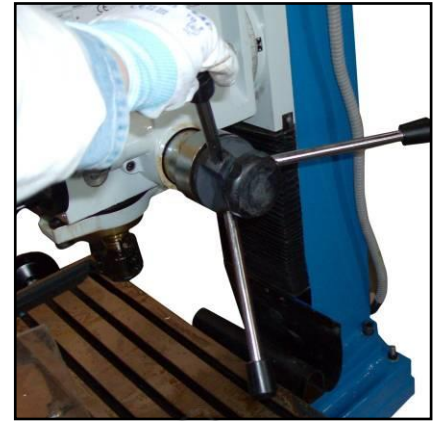

Figura 17 – Abbassamento mandrino.
9. Abbassare il mandrino agendo sul volantino per lo spostamento verticale ed eseguire il foro (vedere la Figura 17).